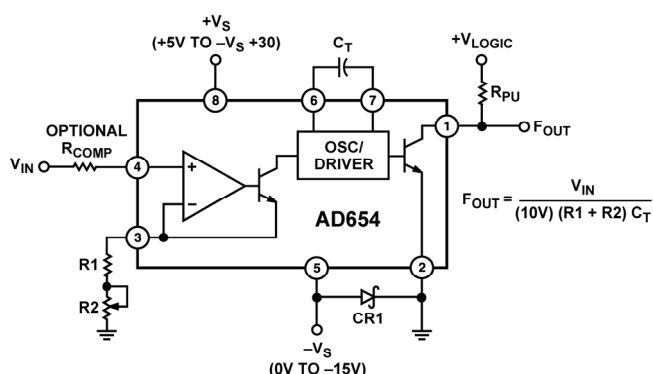
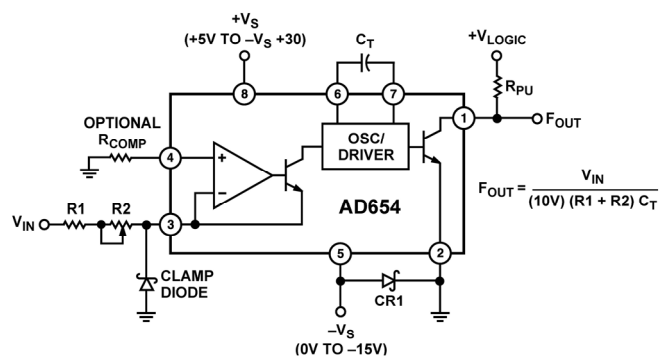
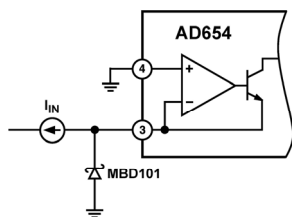

図 1. 正の入力電圧に対する標準的な V-F 接続
図 2. 負入力電圧または電流に対する V/F 接続
図 5. 入力の保護
図 1 に AD654 の機能ブロック図を示します。多機能のオペアンプが入力ステージとして機能します。このステージの機能は、入力電圧信号を変換およびスケールして NPN フォロアへ電流を出力することです。最適性能は、フルスケール入力電圧で 1 mA の駆動電流を電流/周波数コンバータ (安定なマルチバイブレータ) に供給するときに実現されます。この駆動電流は、バイアス・レベルと外付けタイミング・コンデンサに対する充電電流を提供します。この“適応型” バイアス方式により、100 nA~2 mA の全電流入力範囲で発振器の非直線性を小さくすることができます。方形波発振器出力は出力ドライバに入力されます。このドライバは NPN パワー・トランジスタのフローティング・ベースを駆動します。このフローティング駆動の採用により、ロジック・インターフェースは $-V_S$ 以外のレベルを基準とすることができます。
図 1 の接続方式では、入力アンプは入力電圧に対して非常に高い (250 MΩ) インピーダンスを示します。この入力電圧は、ピン 3 のスケール抵抗に適切な駆動電流に変換されます。抵抗 R_1 と抵抗 R_2 は AD654 の 10% FS 誤差と部品の偏差に対応できる十分な調整範囲を持って 1 mA フルスケール電流を提供するように選択されます。1 mA 以外のフルスケール電流を選択することができますが、直線性が低下します。2 mA が最大許容駆動電流です。AD654 の正入力電圧範囲は、 $-V_S$ (シンク電源動作ではグラウンド) から正電源より 4V 下までです。電源除去比は入力 $(+V_S - 3.75 \text{ V})$ を超えると低下し、 $(+V_S - 3.5 \text{ V})$ で出力周波数がゼロになります。
図 1 のスケールングの関係式で示すように、 $0.01 \mu\text{F}$ のタイミング・コンデンサで 10 kHz のフルスケール周波数になり、 $0.001 \mu\text{F}$ で 100 kHz になり、1 mA の駆動電流になります。V/F 直線性を良くするためには、低誘電吸収 (DA) のコンデンサを使い、温度に対して安定な動作には小さい温度係数を持つ部品が必要です。ポリスチレン、ポリプロピレン、または Teflon* コンデンサの使用が温度係数と誘電吸収の点から推奨されます。他のタイプでは直線性が低下します。コンデンサは、AD654 のごく近くに接続する必要があります。図 1 では、ショットキー・ダイオード CR1 (MBD101) により、ロジック・コモンが $-V_S$ より 500 mV 以上下回るのを防止しています。 $-V_S$ がロジック・コモンに一致する場合には、このダイオードは不要です。
AD654 では、図 2 に示すようにスケール抵抗を適切に選択して広範囲な負入力電圧に対応することができます。この接続は、バッファ付き正接続とは異なり、ハイ・インピーダンスではありません。これは信号源から 1 mA の FS 駆動電流を供給する必要があります。ただし、スケール抵抗を適切に変更すると、電源を超える大きな負電圧を容易に処理することができます。入力が真の電流源である場合には、 R_1 と R_2 は不要です。この場合も、ロジック・コモンが $-V_S$ を 500 mV 以上下回らないようにすることにより、ダイオード CR1 がラッチアップを防止します。クランプ・ダイオード (MBD101) は、AD654 入力が $-V_S$ 以下の入力にならないように保護しています。
AD654 は、加算ハードウェアを最小にするようにデザインされていますが、高精度 IC のアプリケーションでは、落とし穴を理解して、適切な注意を払う必要があります。このため、 $+V_{IN}$ ピンと R_T ピンを $-V_S$ より 300 mV 以上下回るように駆動しないことが必要です。同様に、ロジック・コモンを $-V_S$ より 500 mV 以上下回るようにしないことが必要です。そうしないと、内部ジャンクションが導通して、IC が壊れることがあります。ロジック・コモンを保護する図 1 と図 2 に示すダイオードの他に、2 つ目のショットキー・ダイオード (MBD101) で AD654 の入力が “ $-V_S$ 以下” の入力になるのを保護することができます (図 5)。また、 $+V_{IN}$ と R_T を $+V_S$ より高く駆動しないことも必要です。動作中に、コンバータは ($+V_S - 3.5 \text{ V}$) を超える入力に対してゼロ出力になります。